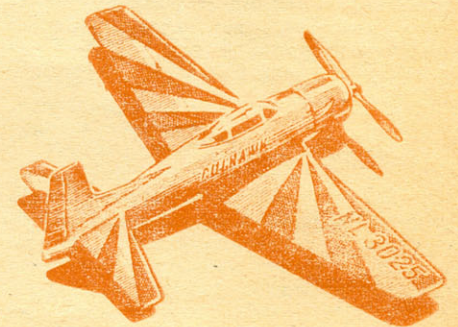

Рис. 2. Модель самолета «гульхавк» Мак-Зура (США).
**УБОРКА ШАССИ.** На последнем чемпионате мира, где были представлены и модели-копии, первое место занял американец Мак-Зура с моделью одноместного спортивного самолета «гульхавк» (рис. 2).